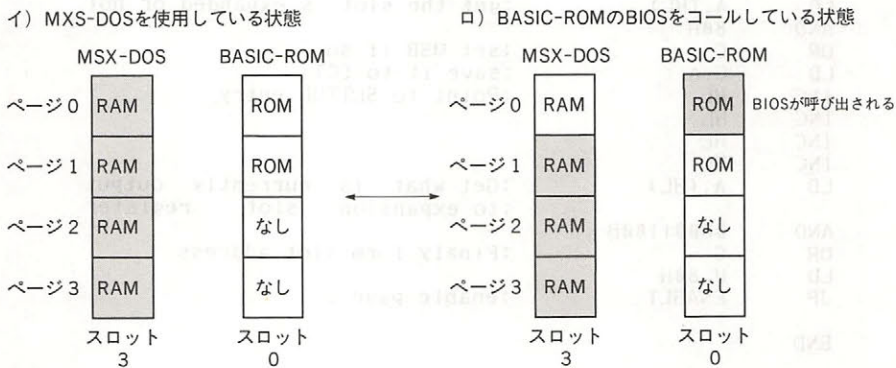

図5.41 インタースロットコールのされ方
- (1)初めは MSX-DOS モードなので 64K のアドレス空間すべてに RAM が選択されており、このままでは BASIC-ROM をアクセスできない(図 5.41-イ).
- (2)ROM の BIOS を呼び出すためにページ 0 を BASIC の MAIN-ROM に切り換え、アクセス可能な状態にする。そして BIOS を呼び出す(図 5.41-ロ).
- (3)BIOS の処理が終わったら再び元の状態に戻し、初めに呼ばれたアドレスにリターンする。